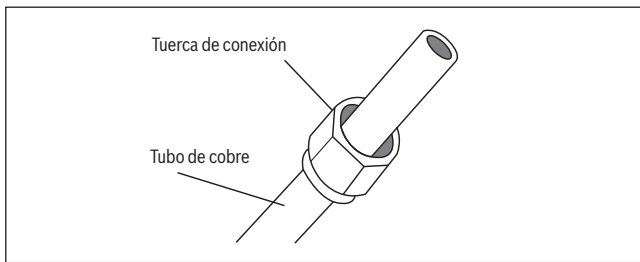

Fig. 16.
3. Ubicar las tuercas de conexión a ambos lados del tubo. Asegurarse que se encuentren en la dirección correcta porque no podrá cambiarlos o cambiar su dirección después de abocardar. Véase fig. 16.